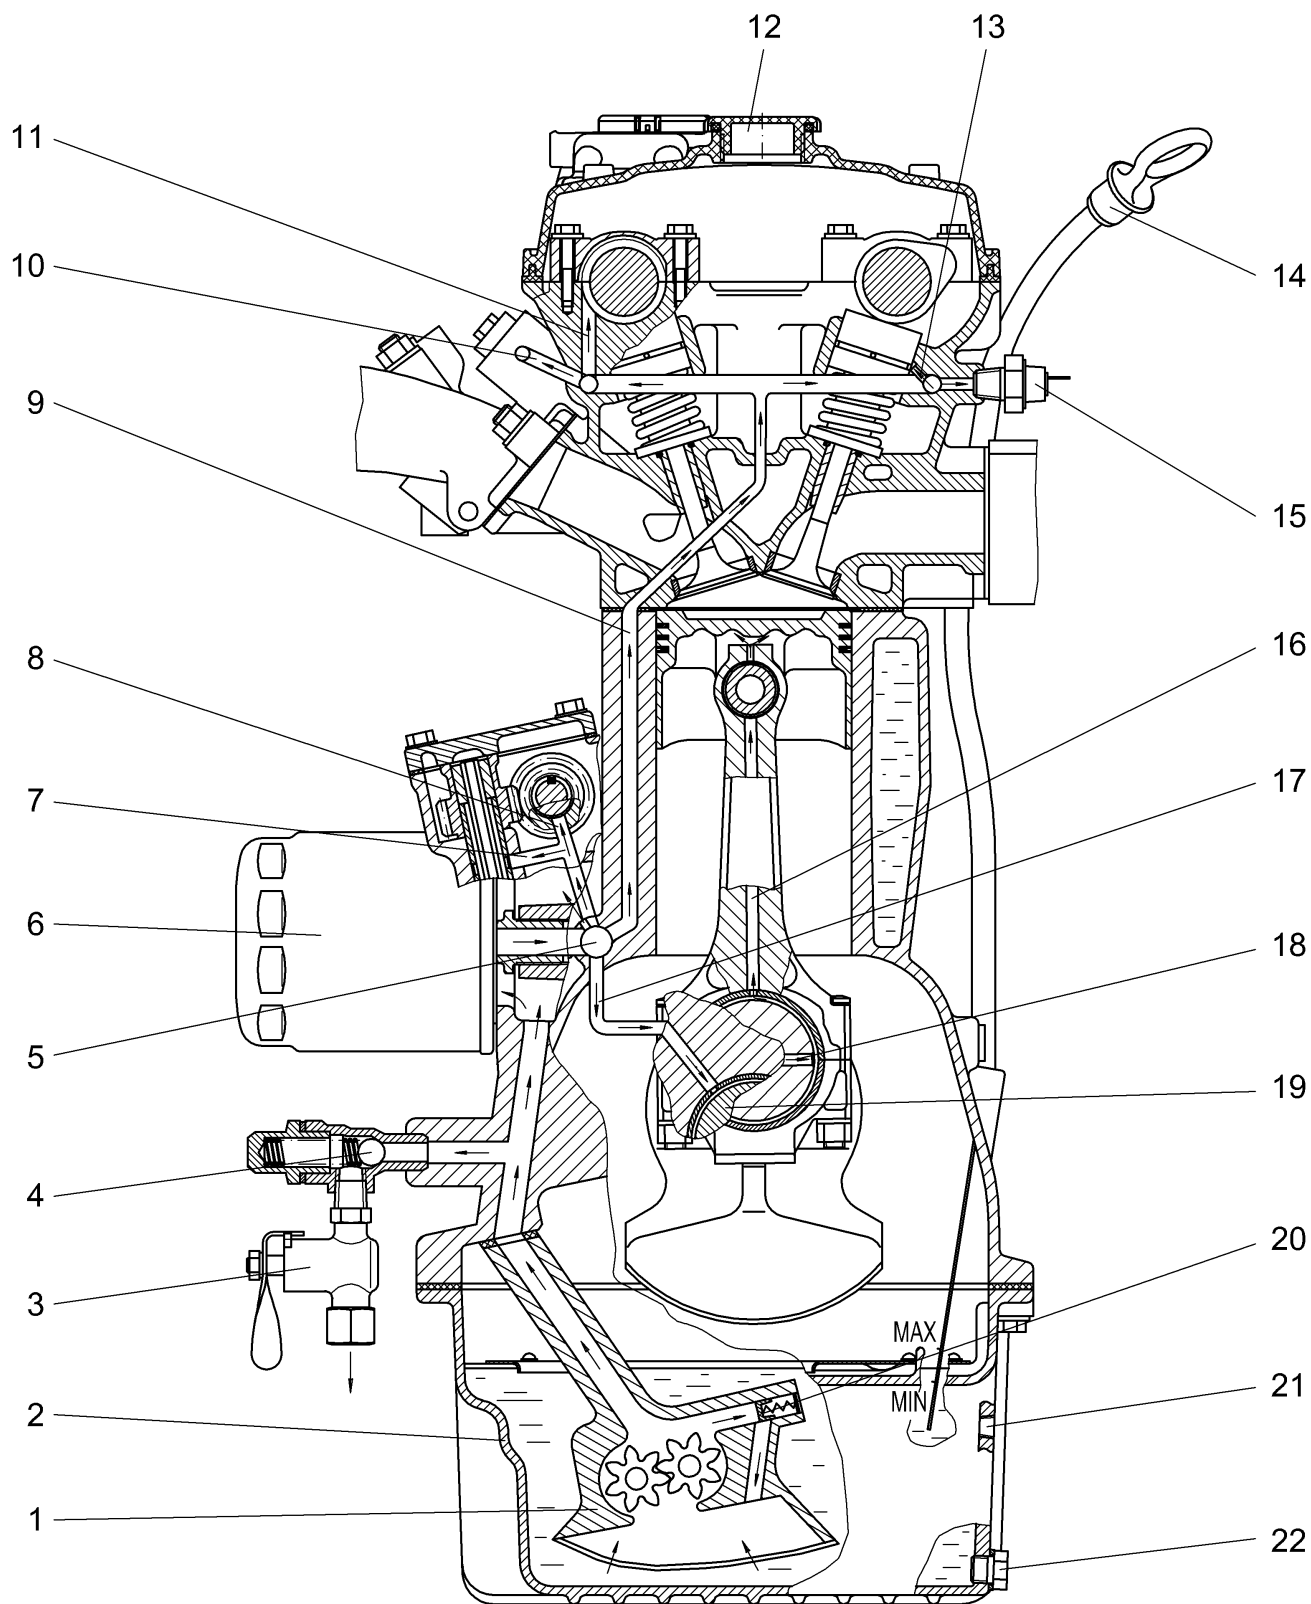

Рис.24. Схема системы смазки:
**Система смазки** (рис.24) – комбинированная, с подачей масла к трущимся поверхностям под давлением и разбрызгиванием. Гидравлические толкатели клапанов и натяжители цепей смазываются и выполняют свои функции под давлением масла.
Из центральной масляной магистрали масло через вертикальный канал 9 (рис.24) блока цилиндров поступает в головку цилиндров, где по каналам 11 подводится к опорам распределительных валов, по каналам 13 – к гидротолкателям, по каналу 10 – к гидронатяжителю верхней цепи привода распределительных валов.